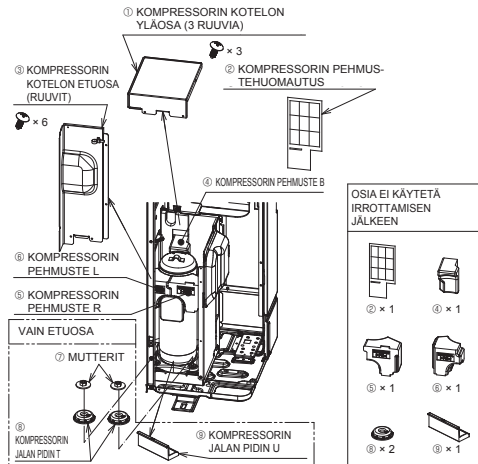

Fig. 4-1
- Muista paljastaa kompressorin kotelon yläosa ja etuosa ja irrottaa kompressorin kiinnitysosat ennen yksikön käytön aloittamista. (Fig. 4-1)